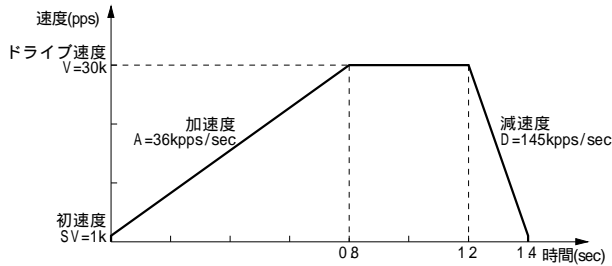
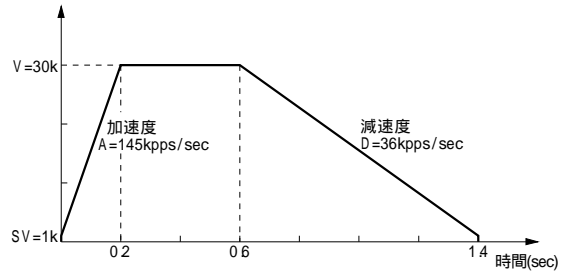

図2.10 非対称直線加減速ドライブ (加速度<減速度)
図2.11 非対称直線加減速ドライブ (加速度>減速度)
本ICは、このように加速度と減速度の異なる非対称直線加減速の定量ドライブにおいても自動減速させることができます。あらかじめ計算によってマニュアル減速点を設定しておく必要はありません。図2.10は、加速度より減速度が大きい例、図2.11は減速度より加速度が大きい例ですが、このような非対称の直線加減速においても、出力パルス数Pと、各速度パラメータ値から減速開始点をIC内部で算出します。
- ・ 加速度 > 減速度 (図2.11) の場合、加速度と減速度の比率に次のような条件があります。また、この場合はドライブ速度を2 MPPS以下で使用してください。
- ・ 加速度 > 減速度 (図2.11) の場合、加速度 A と減速度 D の比率が大きくなればなるほど引きずりパルスが多くなります (A / D = 10 倍で最大 10 パルス程度)。引きずりパルスが問題になる場合には、①初速度を上げる、②加速カウンタオフセットにマイナス値をセットする、等で対処します。